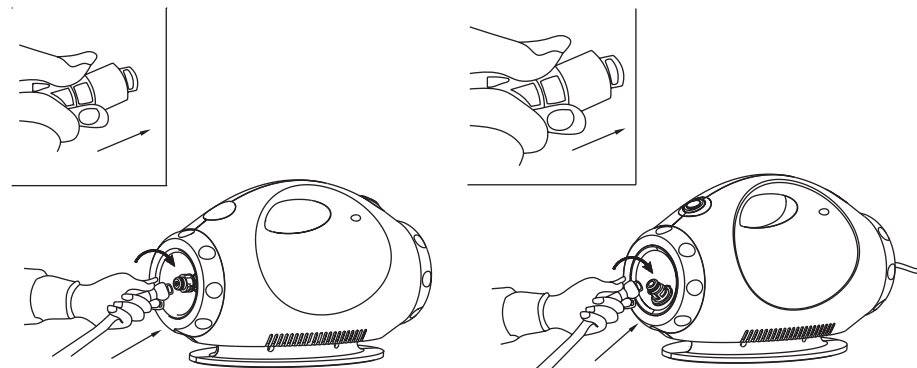

Рис.1
1. Установите мини-мойку на ровную поверхность, присоедините шланг высокого давления к горизонтальному штуцеру мойки, поворачивая его слева направо, далее соедините шланг для забора воды с угловым штуцером мойки, также, - поворотом слева направо. - (рис.1)